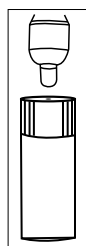

Figure 3B
3. Platzieren Sie die Sondenspitze, wie in Abbildung 3B gezeigt, nicht länger als 3 Sekunden in der Nähe des kleinen Lochs (3 - 4 mm) der Prüfphiole, bis ein akustischer Alarm ausgelöst wird. Dies ist ein Hinweis darauf, dass das Gerät ordnungsgemäß funktioniert. **HINWEIS:** Bei